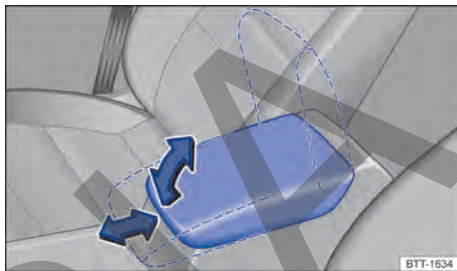

Fig. 103 Reposabrazos central delantero (variante 1).
- Para *levantar* el reposabrazos, tire de él hacia arriba en el sentido de la flecha → fig. 103 encastre por encastre.
- Para *ajustar longitudinalmente* el reposabrazos, desplácelo completamente hacia delante → fig. 103 o completamente hacia atrás en el sentido de la flecha correspondiente.